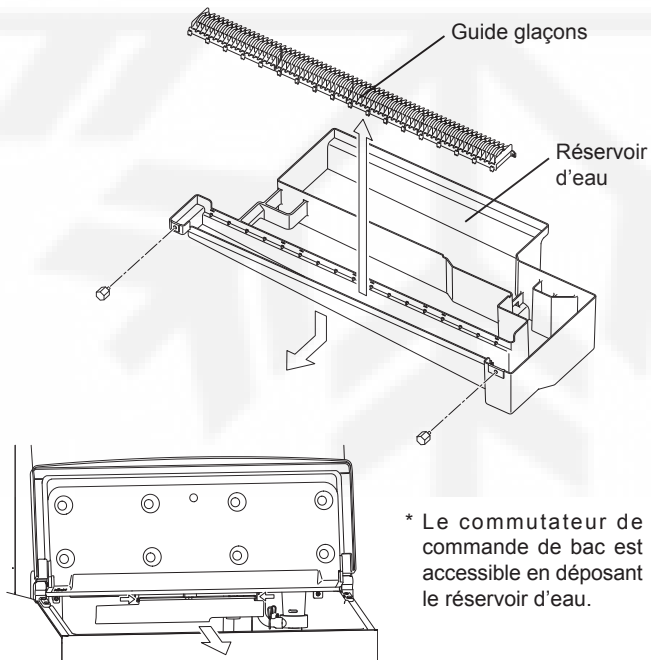

Fig. 7
15) Tirer les guides glaçons (dont la quantité varie en fonction du modèle) vers le haut afin de les retirer du réservoir d'eau. Ils sont fixés à leur place. Voir fig. 7.